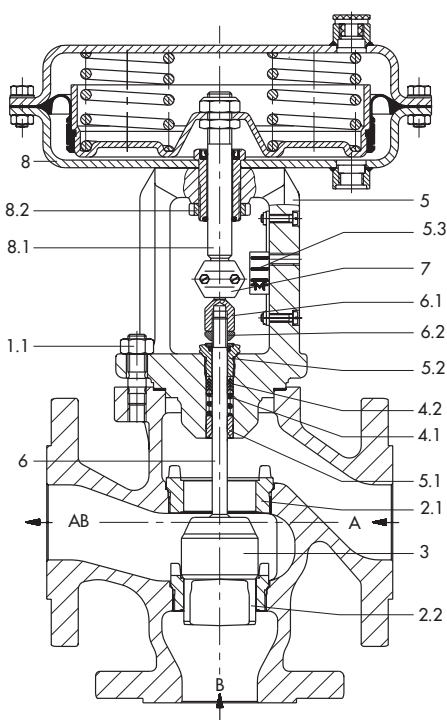
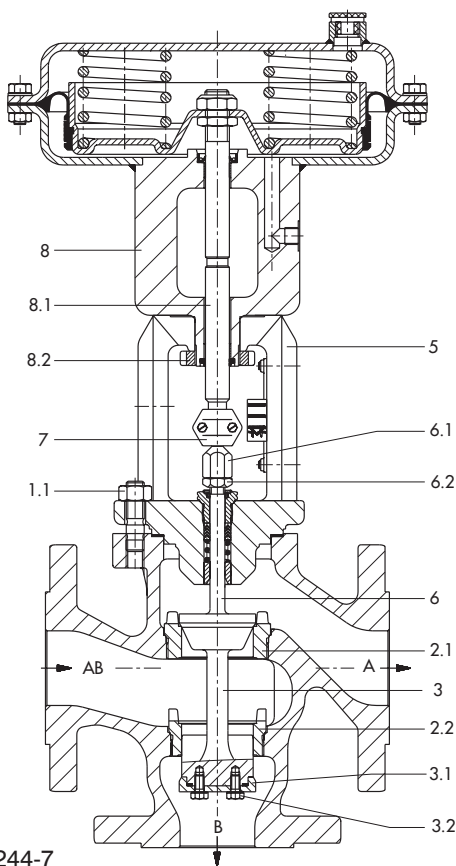

Рис. 3.1 · Регулирующий клапан типа 3244-1
Рис. 3.2 · Регулирующий клапан типа 244-7
* Устройство конуса для смесительного клапана (Рис. 3.1) ** Устройство конуса для распределительного клапана (Рис. 3.2)